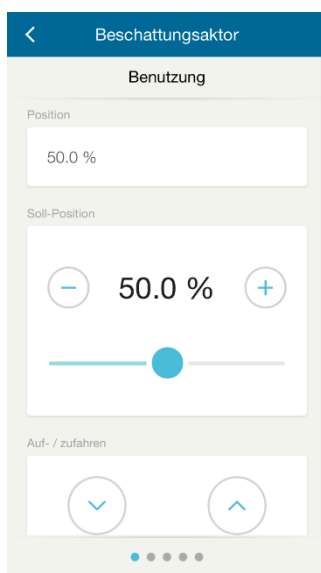

Bild 5
**Benutzung (Bild 5):** Die Seite Benutzung weist prozentual die Position des Beschattungselements aus. Zudem besteht die Möglichkeit, Richtungen oder prozentuale Werte anzufahren.